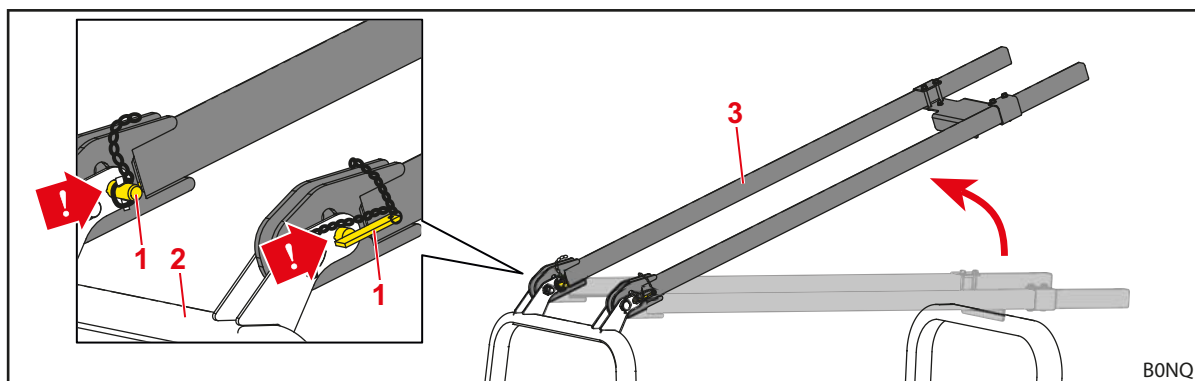

Fig. 40 Traverse rabatate în sus și asigurate în găurile inferioare
- (1) Asigurați traversele lungi în găurile inferioare.
- Asigurați traversele lungi cu șplinturi în găurile inferioare (comparativ Fig. 40).
- (2) Rabatați în sus etrierele inferioare (vedeți descrierea pentru OPG fără traverse lungi la începutul capitolului).
- (3) Rabatați în jos traversele lungi.